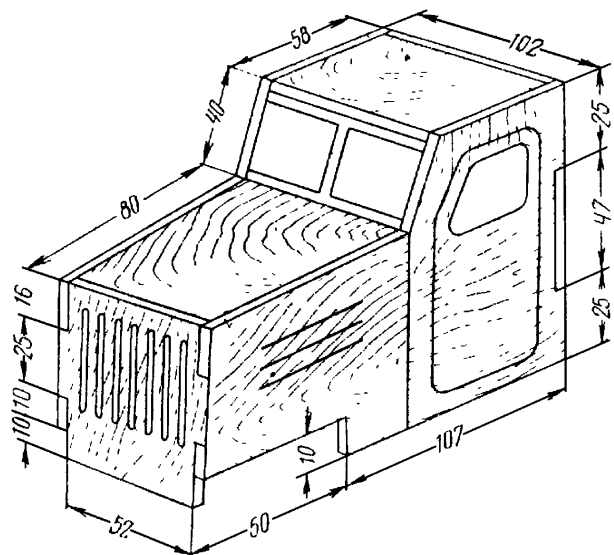

Рис. 3. Капот и кабина
**Капот, кабина, кузов.** Капот и кабина (рис. 3) собираются вместе. Вычертите вначале на миллиметровой бумаге в натуральную величину боковые стенки, разметьте шипы, окно, двери, переведите на фанеру толщиной 3 мм